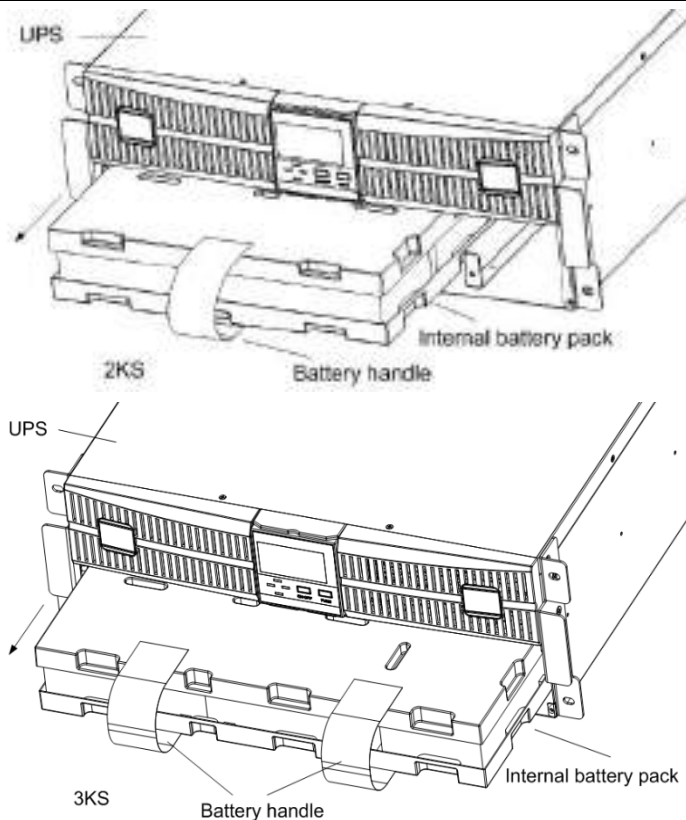

Fig.7-3 Sacando la batería interna
Paso 4: Tome el tirador de la batería, y tire de la batería interna del UPS, como se muestra en la Fig.7-3.